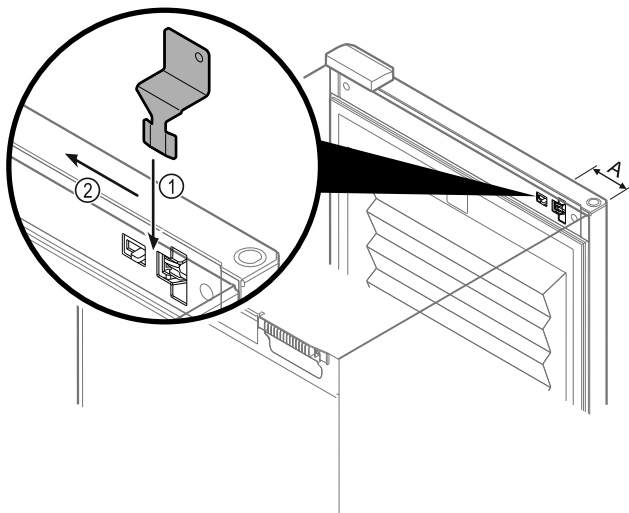

Fig. 133
- ▶ Postavite ključ za sigurnosno deblokiranje na odgovarajuće mjesto Fig. 133 (A) ≈ 100 mm.
- ▶ Utaknite ključ za sigurnosno deblokiranje između vrata i trupa uređaja odozgo do graničnika Fig. 133 (1).
- ▶ Povucite ključ za sigurnosno deblokiranje u smjeru strane sa šarkama Fig. 133 (2).